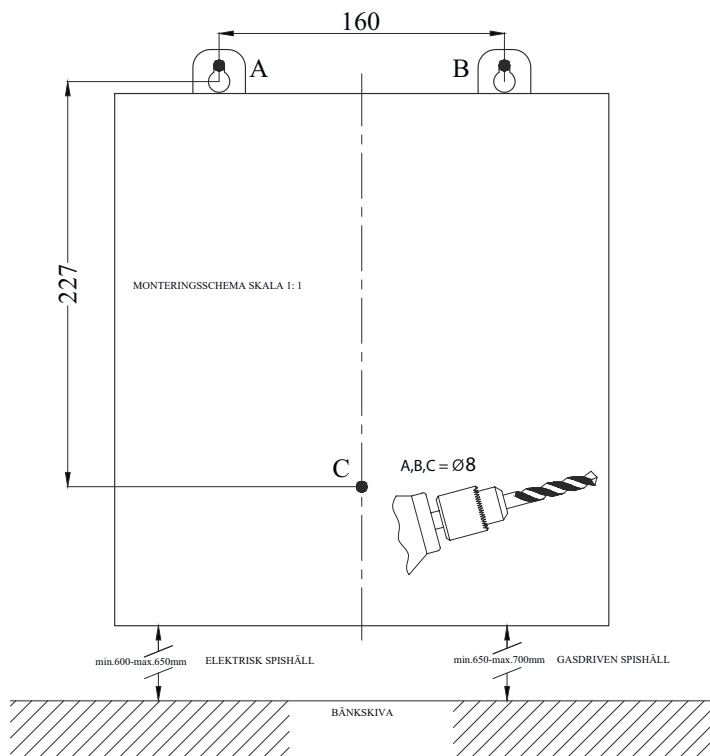
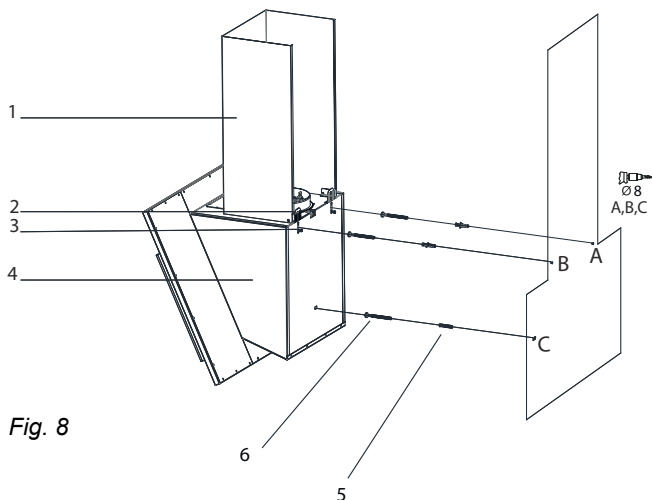

Fig. 7
Fig. 8
- 1.** ▶ Montera huven via monteringsritningen. Montera huven i höjd. Observera det lägsta och högsta avståndet till bordsskivan som anges i monteringsmallen (Fig. 7). Borrpunkter A, B och C (Fig. 8).
- 2.** ▶ Sätt in de 8mm expansionsbultarna (5) i de förborrade A-, B- och C - punkterna och sätt in skruvarna. Lämna ett 5 mm mellanrum mellan bulthuvudet och väggen vid punkterna A och B (Fig. 8).
- 3.** ▶ Justera köksfläktens monteringsplåt (2) genom att lossa skruven på fläktkåpan (3) och fästa spiskåpan (Fig. 8).